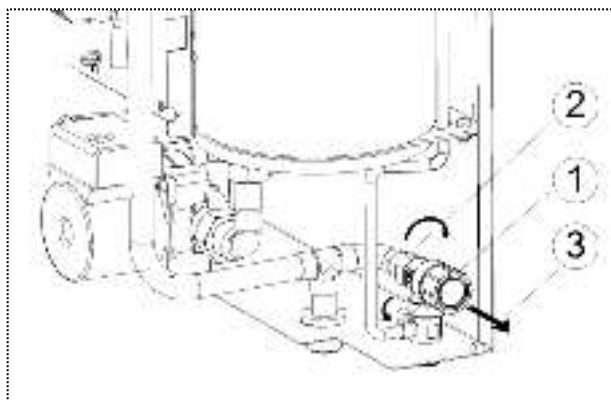

Рисунок 14. Замена предохранительного клапана
- 1) Ослабьте проволочный хомут и отсоедините сбросной шланг от клапана (см. рис. 14).